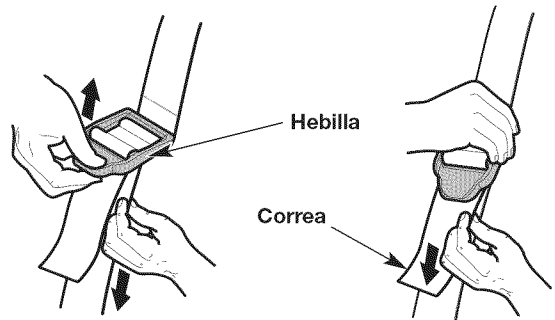

Fig. 13
6. Ajuste la correa de hombro para adecuarla al operador (Fig. 13). Tire de la hebilla hacia arriba para aflojar la correa. Tire de la correa hacia abajo para ajustarla.